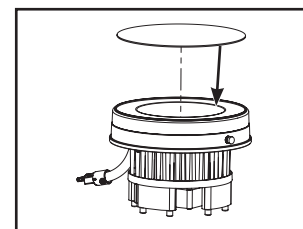

Figura 31.
2. Inserte la lente en el reflector blanco (Figura 31.).